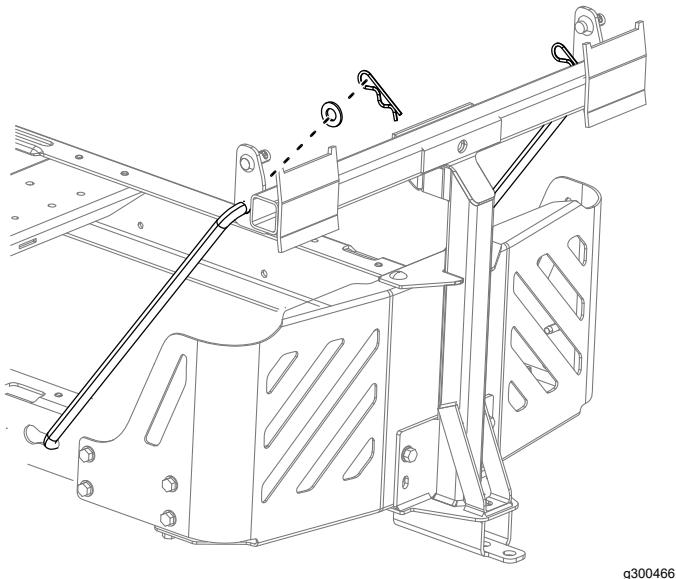

Figura 13
- Inserite le estremità curve delle asta nel supporto dell'attrezzo come illustrato nella Figura 13 e fissate l'estremità di ciascuna asta con una rondella e una coppiglia.